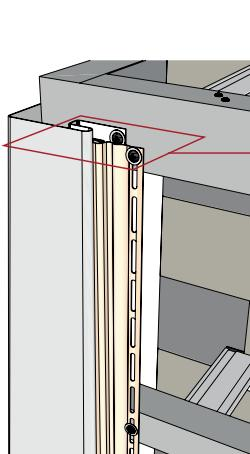

Рисунок 69
- 14.1 В стартовую планку заводится первая панель сайдинга. Монтаж сайдинга и стартовой планки следует начинать с наружного или внутреннего угла. Смонтируйте стартовую планку согласно рис. 69, соблюдая общие правила монтажа. Стартовая планка во внутренний угол, состоящий из двух J-профилей, монтируется аналогично.